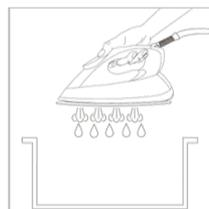

FIGURE 18
5. Tenez le fer à repasser à environ 15 centimètres au-dessus de l'évier en position de repassage. Les impuretés et l'eau sortiront par les trous de la vapeur (Figure 18). L'appareil reprendra le réglage de repassage précédent une fois le processus terminé.